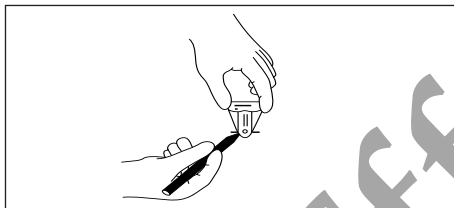

FIGURA 9
- f) Para determinar a localização exacta do MAGNA-SITE™, gire o MAGNA-FINDER™ 90º e, uma vez mais, desloque lentamente o MAGNA-FINDER™ para trás e para a frente. Quando o localizador magnético estiver novamente perpendicular, faça duas marcas adicionais, conforme mostrado na Figura 9.